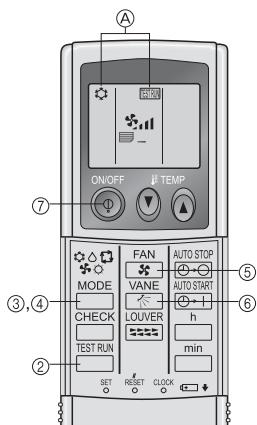

Fig. 6-7
6.2.2. Использование беспроводного пульта дистанционного управления (Fig. 6-7)
- ① Включите питание блока по крайней мере за 12 часов до начала испытаний.
- ② Дважды нажмите кнопку **TEST RUN**.